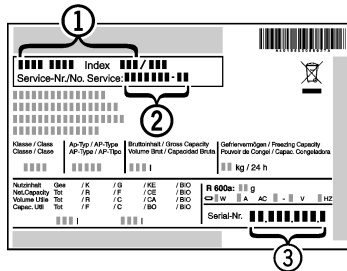

Fig. 6
▶ Apparaataanduiding Fig. 6 (1), service-nr. Fig. 6 (2) en serie-nr. Fig. 6 (3) van het typeplaatje aflezen. Het typeplaatje bevindt zich aan de linkerkant binnen in het apparaat.
- ▶ Contact opnemen met de Technische Dienst en het probleem, apparaataanduiding Fig. 6 (1), service-nr. Fig. 6 (2) en serie-nr. Fig. 6 (3) mededelen.